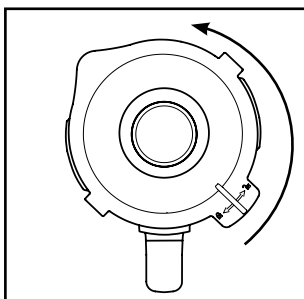
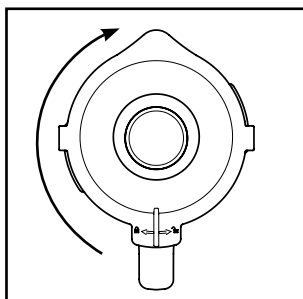

Fig. 1
Fig. 2
- 1) Tag blenderkanden ③ lodret op fra motorblokken ⑥.
- 2) Fjern låget ② ved at dreje det mod uret i retning af position  (se fig. 1), indtil du kan tage det af oppefra.
- 3) Fyld blenderkanden ③.
- 4) Sæt låget ② forskudt på blenderkanden ③ igen. Luk låget ② ved at dreje det med uret til position , indtil det klikker hørbart på plads (se fig. 2). Sørg for, at hældetuden på blenderkanden ③ er lukket. Motoren kan kun startes, hvis låget ② slutter helt til.